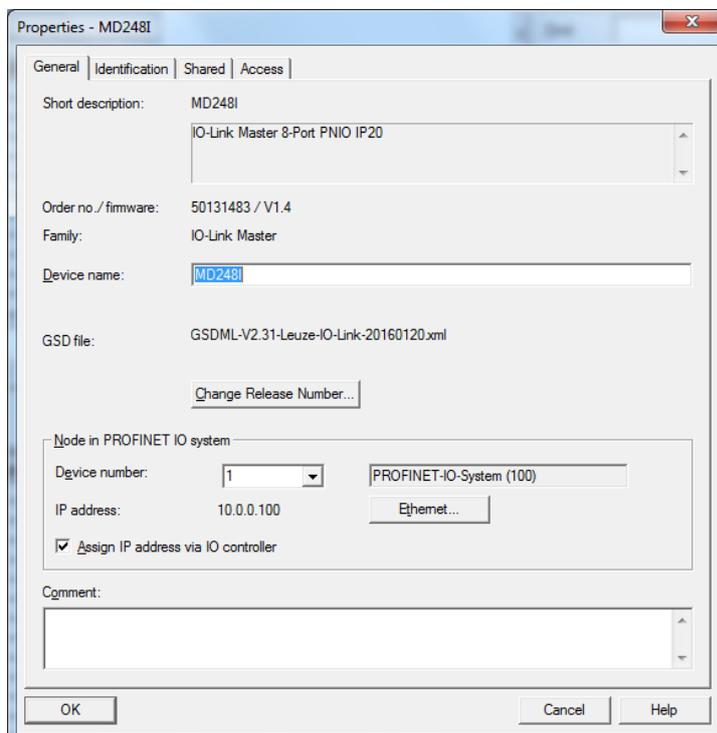

Abbildung 3: IO-Link-Master-Eigenschaften
5. Doppelklicken Sie auf den IO-Link-Master; aktivieren Sie **IP-Adresse über IO-Controller vergeben**, wie in Abbildung 3 gezeigt.